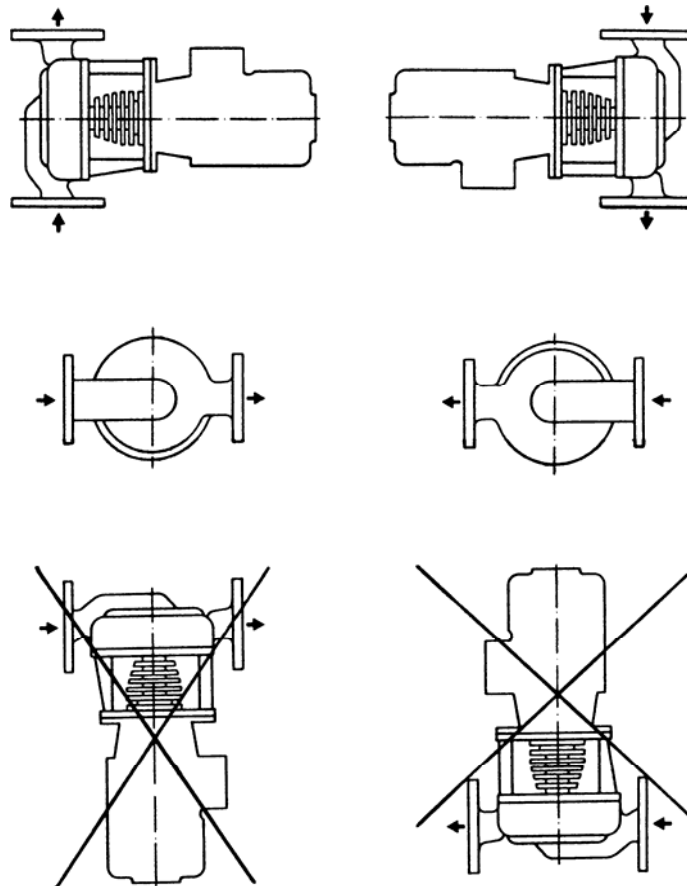

Рис. 2
- Допустимо любое положение при монтаже за исключением «мотором вверх» и «мотором вниз» (Положения при монтаже: смотрите рисунок 2).